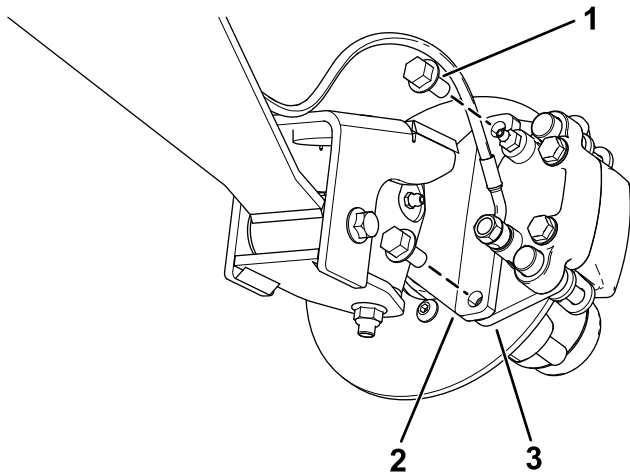
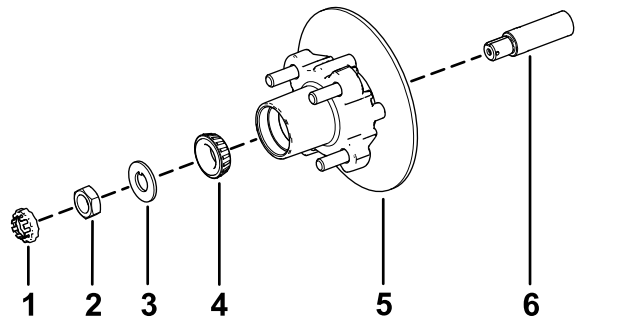

Figure 21
Figure 25
3. Retirez les boulons à embase ($\frac{3}{8} \times \frac{3}{4}$ po) qui fixent le support du frein à la fusée et séparez le frein de la fusée (Figure 21).
1. Appliquez une fine couche de la graisse spécifiée sur la fusée (Figure 25).
2. Montez le moyeu et le disque sur la fusée, en plaçant le disque à l'intérieur (Figure 25).
3. Montez le roulement extérieur sur la fusée et poussez-le contre la bague extérieure (Figure 25).
4. Placez la rondelle à languette sur la fusée (Figure 25).
5. Vissez l'écrou de fusée sur la fusée et serrez-le à 15 N·m (11 pi-lb) tout en tournant le moyeu pour asseoir le roulement (Figure 25).
2. Placez les plaquettes de frein de chaque côté du disque (Figure 21), puis alignez les trous du support d'étrier et les trous du support de frein sur le porte-fusée (Figure 25).
3. Fixez le support d'étrier au porte-fusée (Figure 21) à l'aide des 2 boulons à embase ($\frac{3}{8} \times \frac{3}{4}$ po).